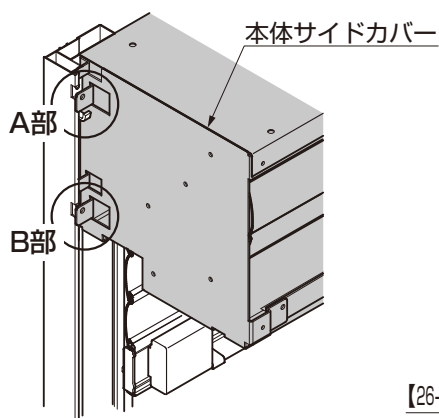

図5-2 A部詳細図
- ③本体サイドカバーの引っ掛け部（※1）が本体固定金具に当たるまで押込んでください。（図5-2 参照）
- ④本体サイドカバーの取付金具を、本体固定金具の引っ掛け部（※1）に掛けてください。